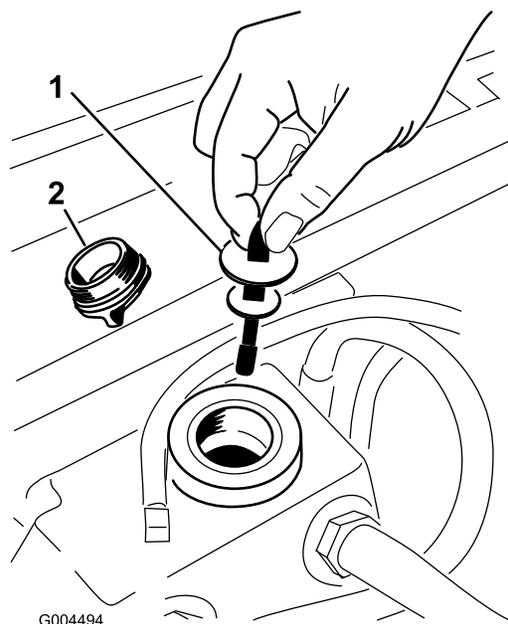

Figura 56
5. Retire o tampão de enchimento hidráulico do tubo de enchimento (Figura 56).
6. Retire a vareta e limpe-a com um pano limpo (Figura 56).
7. Coloque a vareta no tubo de enchimento, retire-a e verifique o nível do fluido (Figura 56).